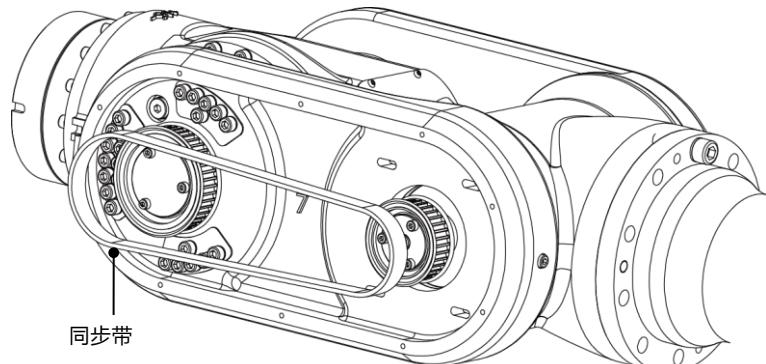

图 10-15 拆卸同步带
- 步骤6. 减小两带轮间距，拆卸旧同步带，然后安装新同步带，如图 10-15 所示。